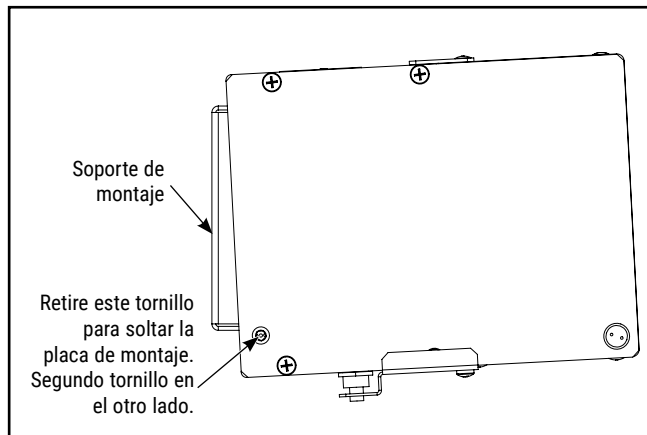
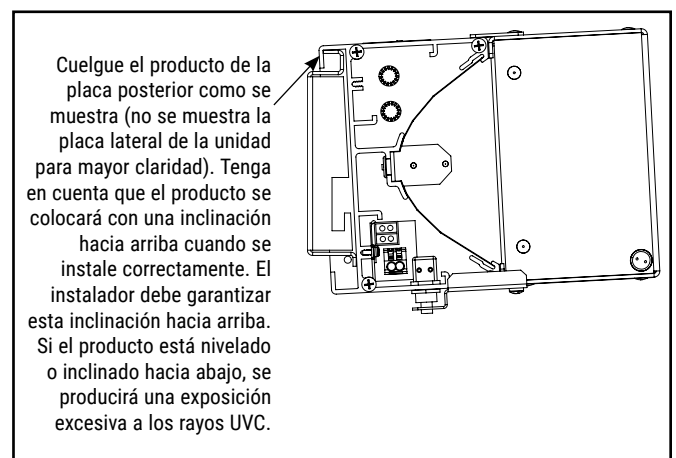

Figura 1.
Figura 3.
1. Retire los dos tornillos de fijación de los laterales de la luminaria, uno por lado. Se incluye una broca para destornillador con el producto. Ver Figura 1.
3. Realice las conexiones de cableado de CA en este momento. Conecte el cable blanco al común, el cable verde a tierra y el cable negro al servicio de 120 o 277 voltios. Empuje las tuercas para cables y el cableado sobrante de nuevo al interior de la caja de derivación. Vuelva a colocar la unidad para colgarla de la placa posterior como se muestra en la Figura 3. Vuelva a colocar los tornillos de fijación de la placa lateral que retiró anteriormente. Ver Figura 1. Estos tornillos fijan el alojamiento a la placa posterior.